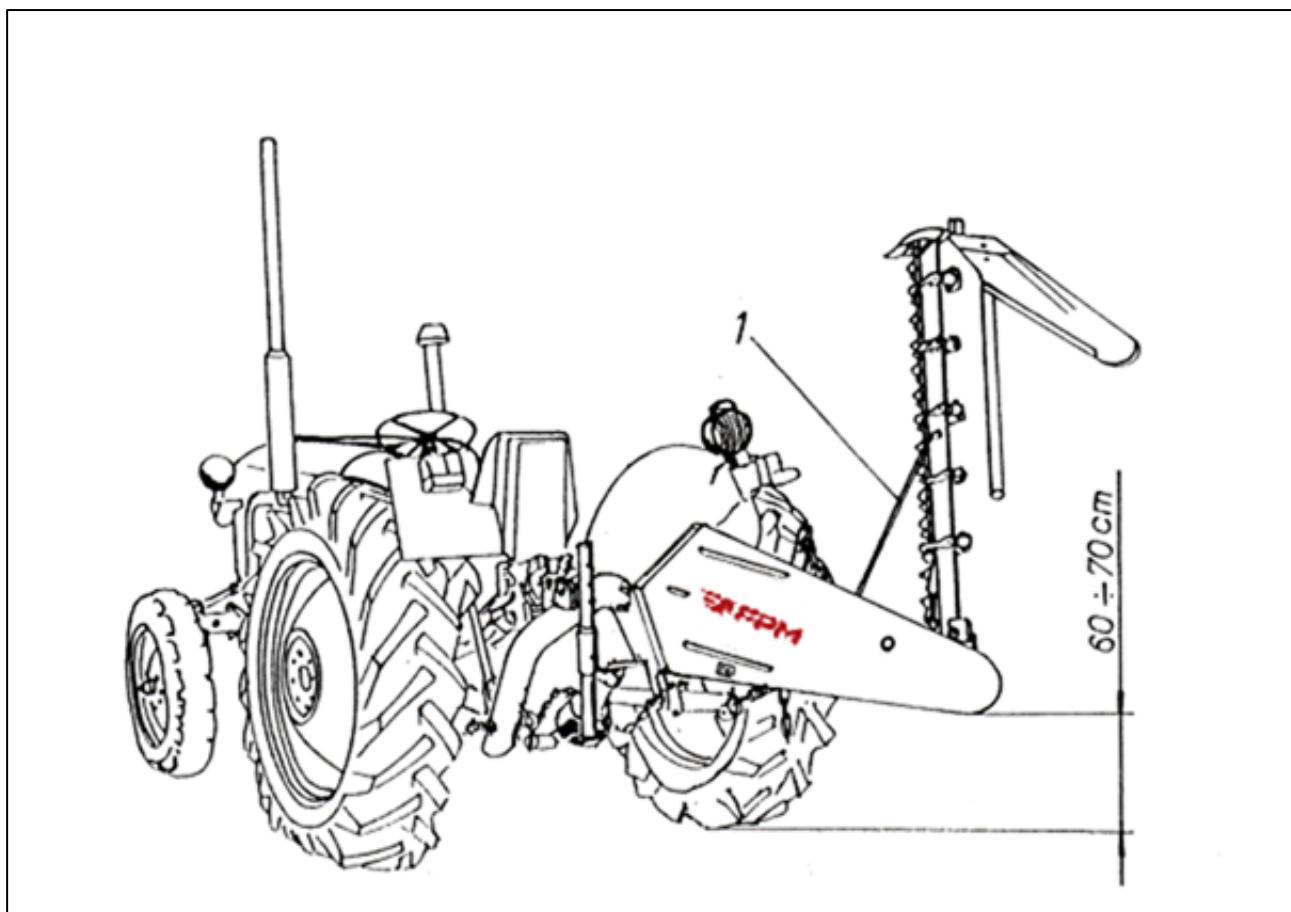
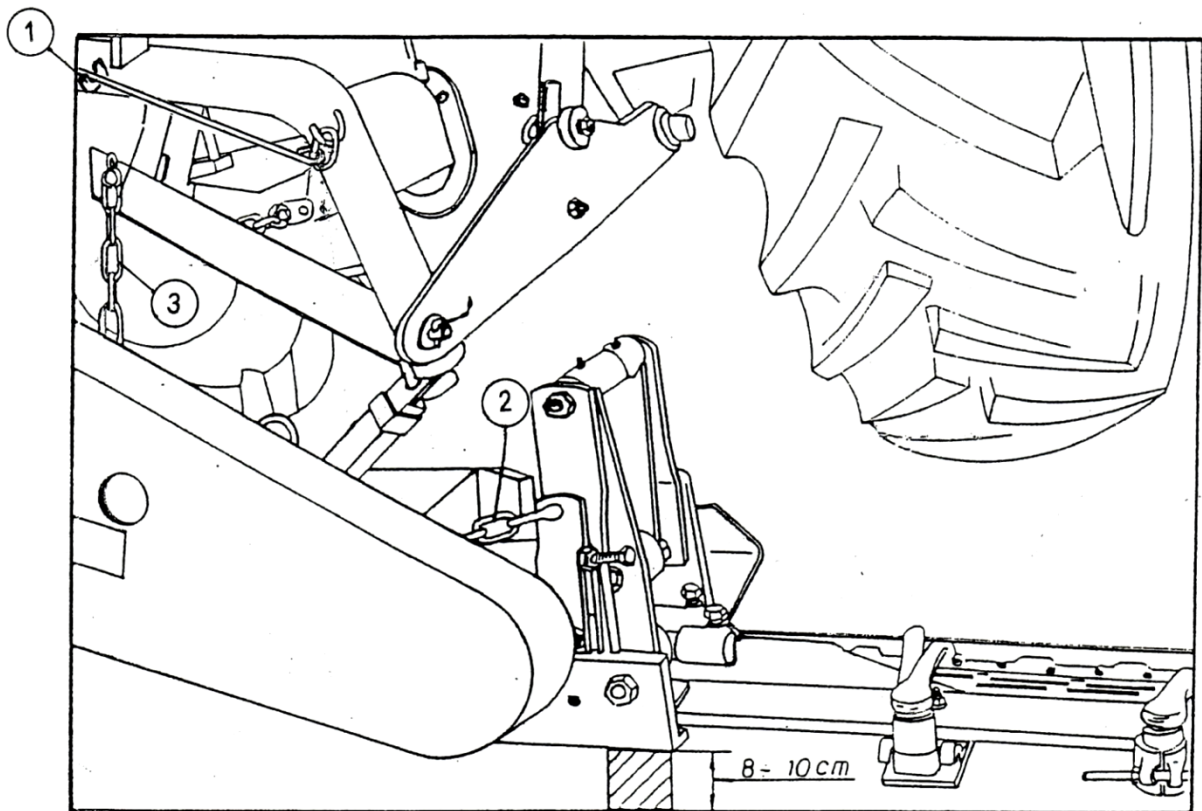
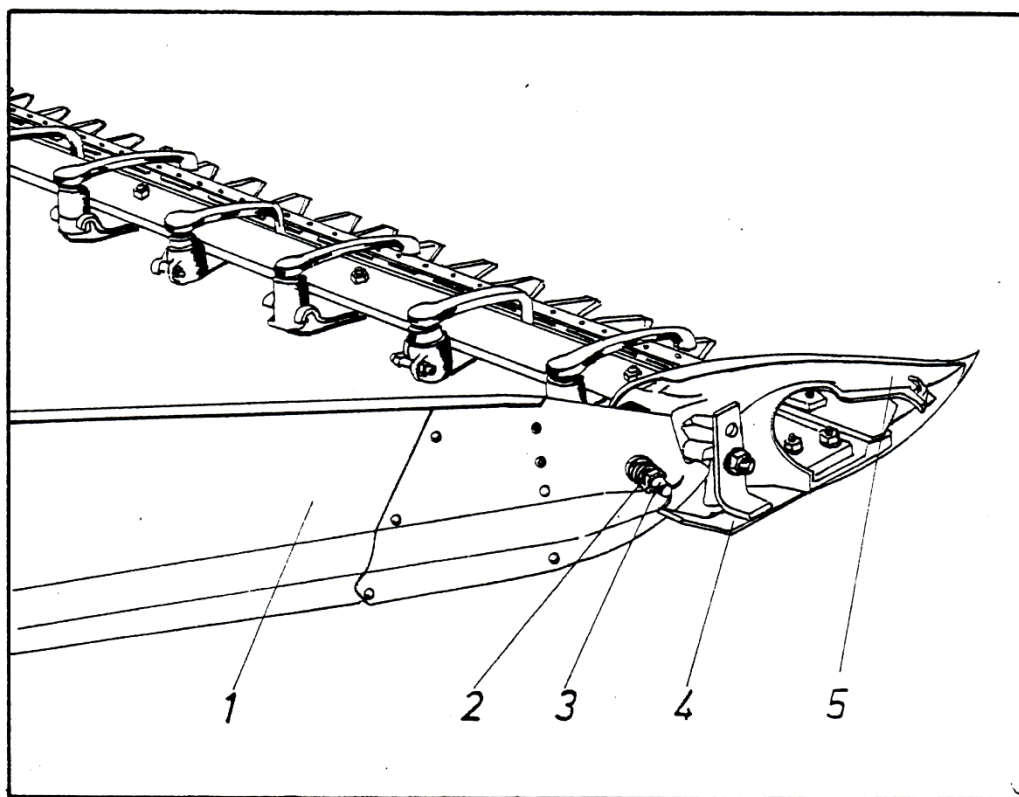

Bild 2.
Bild 4.
Bild 5.
Efter montering av vissa delaggregat i serviceverkstaden levereras slåttermaskinen med två rörliga skärbalkar i transportläge, såsom visas i bild 2.
- Frigör hållaren för transportläge (bild 2, pos. 1) och fäst den i fästet på slåttermaskinens ram (bild 4, pos. 1).
- Med hjälp av kedjan (bild 4, position 3) och spännaren (bild 4, position 2) justera slåttermaskinen så att skärbalkens spets (bild 5, position 5) vidrör marken.
- Justering av klipphöjden utförs med glidskenor under släden och under spetsen (bild 5, position 4), och ska ligga i intervallet 3–9 cm (rekommenderad höjd 6 cm).
- Utkastarskivan (position 1, bild 5) kopplas till spetsen på skäraggregatet med hjälp av skruv (position 2, bild 5) och mutter (position 3, bild 5).